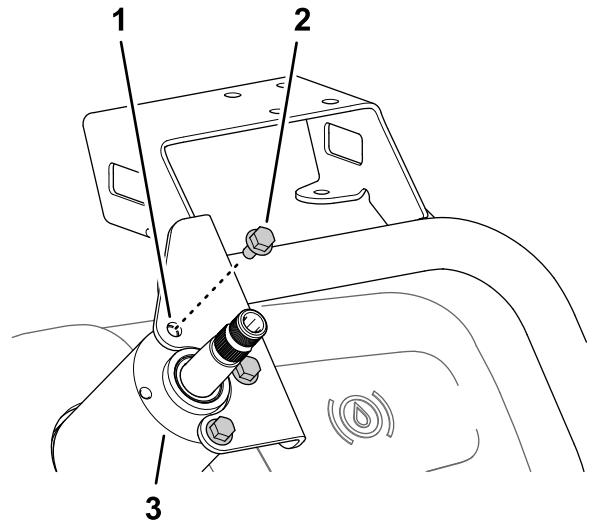

Bild 160
- Montieren Sie die Monitorbefestigung mit den drei Bundkopfschrauben (6 mm x 12 mm) am Gehäuse des Lenkventils (Bild 160).